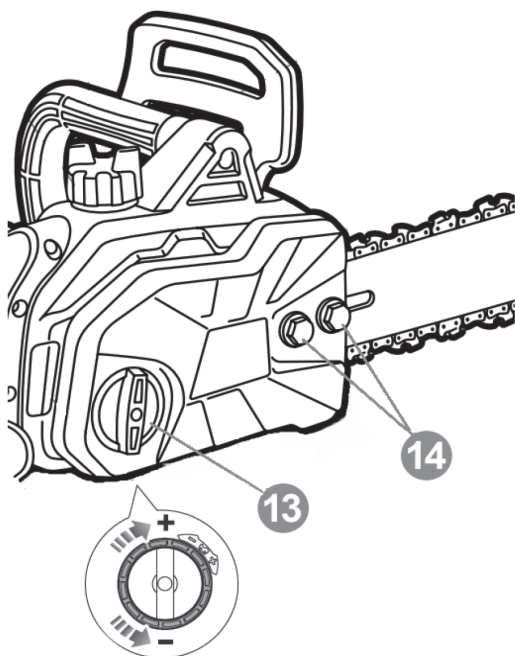

Рис. 10
1. Прислабце ручку 14 (рис. 10) круцячы яе супраць гадзіннікавай стрэлкі.
2. Прыпадніміце пярэдняю частку шыны ўверх, і ўтрымліваючы яе, круціце ручку нацяжэння ланцуга 13 (рис. 10) па гадзіннікавай стрэлцы да таго часу, пакуль ланцуг не будзе шчыльна прылягаць да ніжняй часткі шыны. верхняй частцы і прыпадніміце верх. Хваставікі ланцуга не павінны выходзіць з накіроўваючай пазы шыны на вышыню больш за 3-4 мм (мал. 11).
3. Зафіксуйце шыну ручкай мацавання шыны 14 (рис. 10).